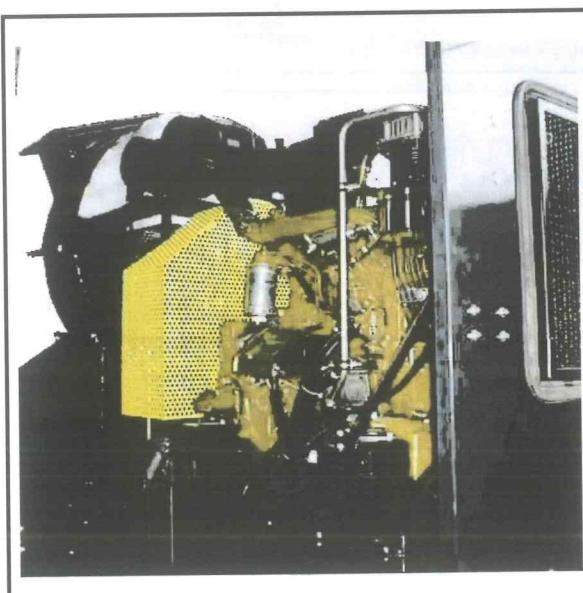

fig. 3
3. Motore diesel ausiliario con pompa idraulica (vedi fig. 3) per il funzionamento dei gruppi spazzanti, il motore viene piazzato sul telaio della motrice e viene racchiuso dalla botte in un vano insonorizzato per ridurre la propagazione delle onde sonore nell'ambiente; inoltre il motore fa funzionare il ventilatore che produce l'aspirazione per la raccolta dei rifiuti e la pompa dell'acqua per l'abbattimento delle polveri. Il numero di giri del motore è regolabile dall'operatore in funzione dello sporco da aspirare direttamente dall'operatore dal quadro comandi